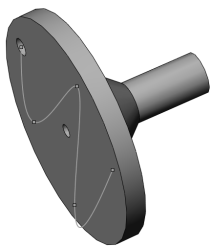
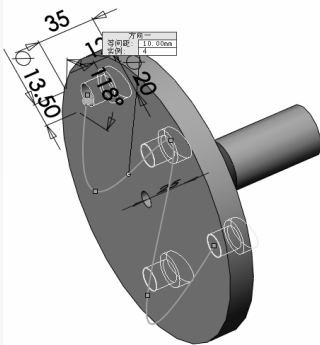

图 7-10 绘制样条曲线
图 7-11 “曲线驱动的阵列”属性管理器
2) 绘制草图。选择菜单栏中的“工具”→“草图绘制实体”→“样条曲线”命令，绘制图 7-10 所示的样条曲线，然后退出草图绘制状态。
3) 执行曲线驱动阵列命令。选择菜单栏中的“插入”→“阵列/镜像”→“曲线驱动的阵列”命令，或者单击“特征”工具栏中的（曲线驱动的阵列）按钮，或者单击“特征”控制面板中的“曲线驱动的阵列”按钮，系统弹出图 7-11 所示的“曲线驱动的阵列”属性管理器。
4) 设置属性管理器。在“要阵列的特征”列表框中,用鼠标选择图 7-10 所示拉伸的实体;在“阵列方向”列表框中,用鼠标选择样条曲线。其他设置参考图 7-11 所示。